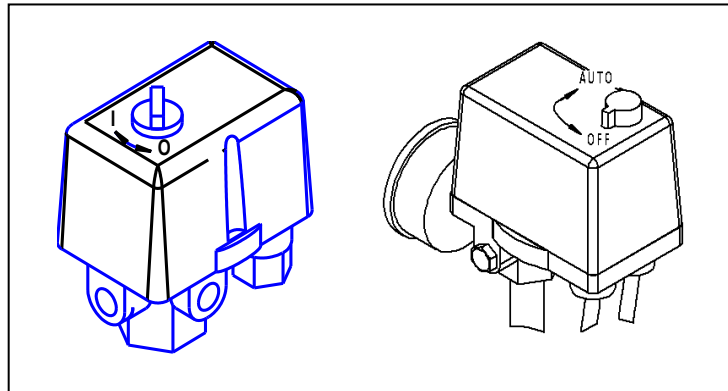

Abbildung 2
- 1 Ausschalten mit dem Druckschalter. Dabei drehen Sie den Druckschalter je nach Modell auf die Position „O“ oder auf „OFF“ (**Abbildung 2**). Der elektrische Motor stoppt und Überdruck entweicht über das Entlastungsventil aus der Luftleitung und dem Kolbenzylinder.
Zur Inbetriebnahme nach der Schutzaktivierung: Nach Abkühlen des Motors auf eine zulässige Temperatur den Druckschalter auf Position „O“ oder auf „OFF“ stellen (**Abbildung 2**) und anschließend den Kompressor durch Drehen in die Position „I“ oder je nach Modell auf „ON“ wieder aktivieren. Falls vorhanden, Thermoschutzknopf drücken, welcher sich auf dem Klemmkasten des Elektromotors befindet.